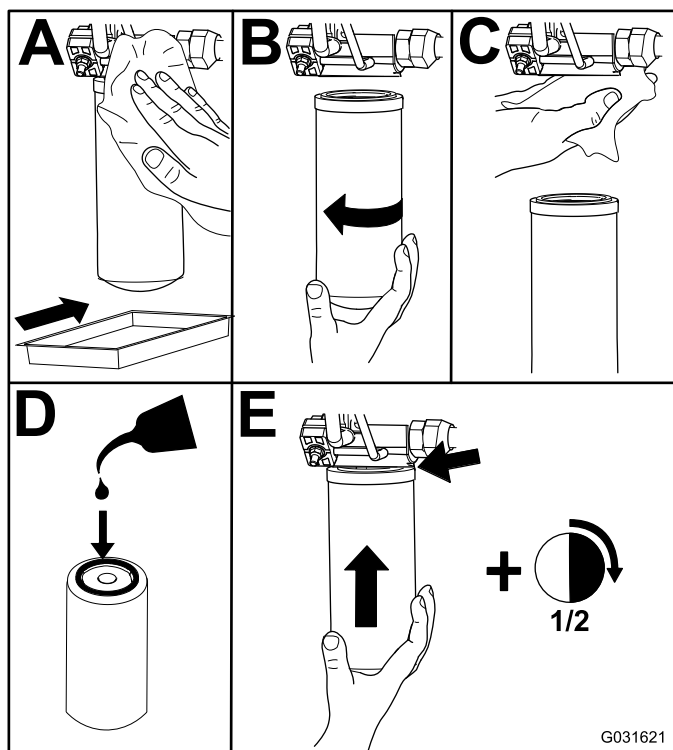

Figura 73
2. Sostituite i filtri idraulici (Figura 73).